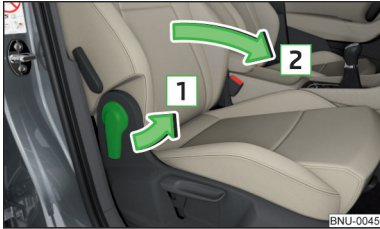

Fig. 82
- Pour le **rabattement vers l'avant**, tirez le levier dans le sens de la flèche  et rabattez le dossier du siège dans le sens de la flèche  » fig. 82. Le verrouillage doit s'enclencher de façon audible.